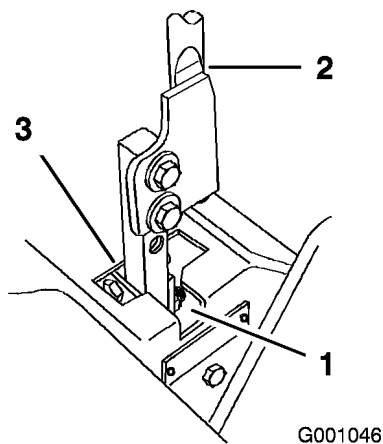

Bild 63
5. Schieben Sie den Hebel in die neutrale, jedoch **nicht gesperrte** Stellung (Bild 63).
6. Ziehen Sie den Hebel zurück, bis der Lastösenbolzen (am Arm unter dem Gelenkschaft) das Schlitzende berührt (und soeben Druck auf die Feder ausübt) (Bild 63).
7. Prüfen Sie, dass der Fahrtriebshebel relativ zur Kerbe im Armaturenbrett ist (Bild 63). Er sollte zentriert sein, so dass der Hebel nach außen in die gesperrte Neutralstellung gedreht werden kann.